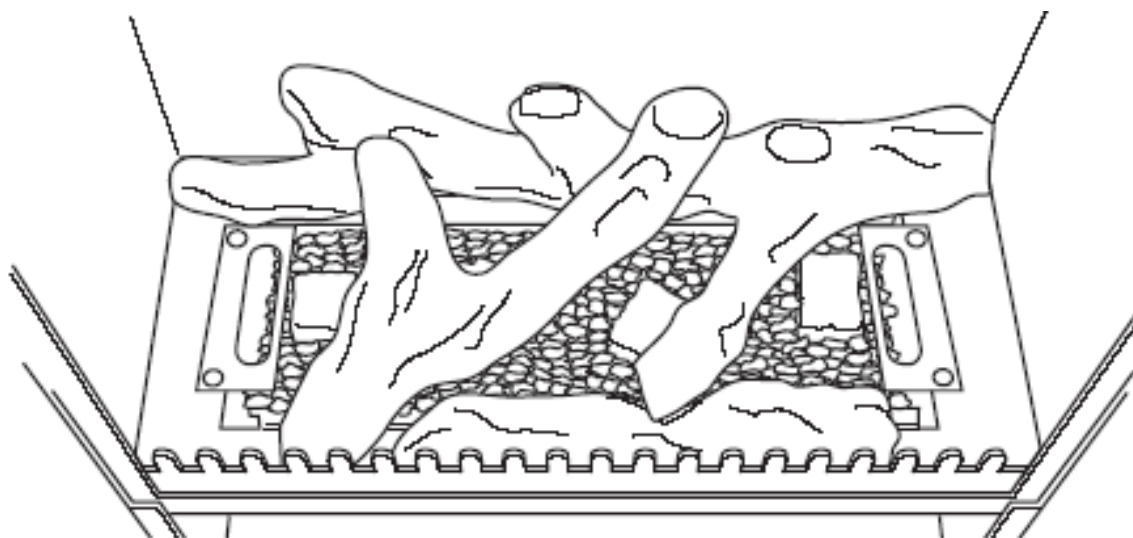

Рис. 24
- Снимите уплотнительный винт 1 (Рис. 24).